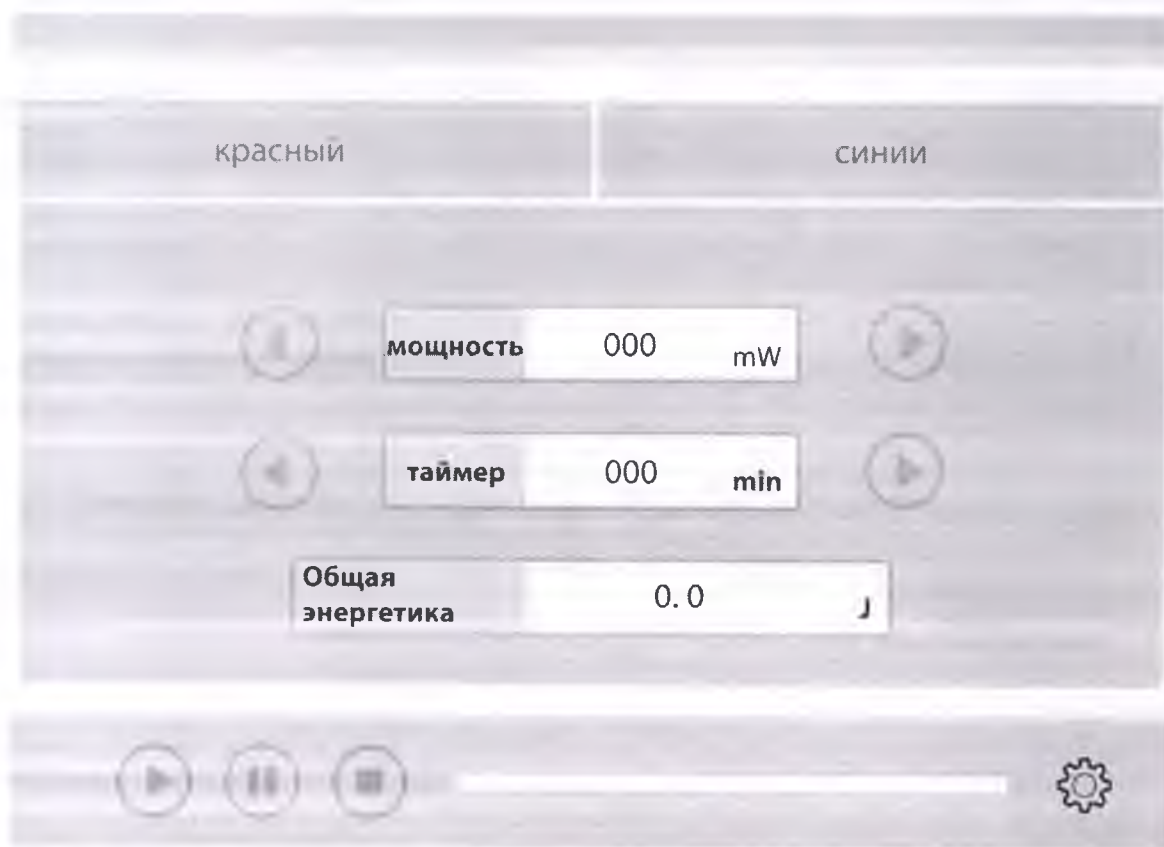

Рис. 8
8.3 Настройки параметров рабочего режима (рис. 8)